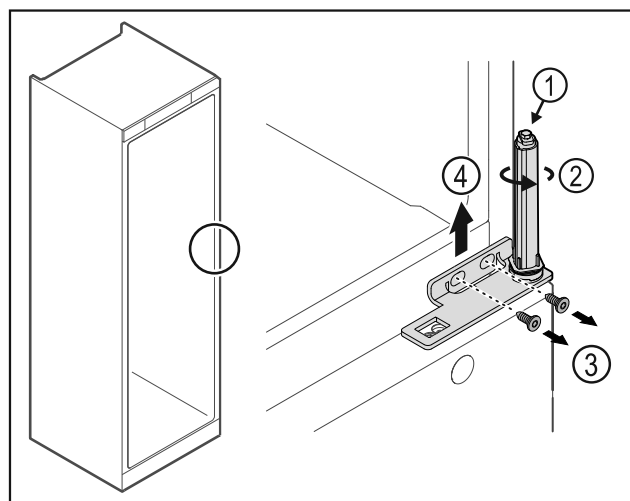

Fig. 32
- Mos e zbërtheni sistemin e mbylljes së derës Fig. 32 (1).
- Rrotulloni sistemin e mbylljes Fig. 32 (2) derisa të kërcasë.
- Lironi vidat Fig. 32 (3), hiqni profilin e menteshës nga lart Fig. 32 (4).